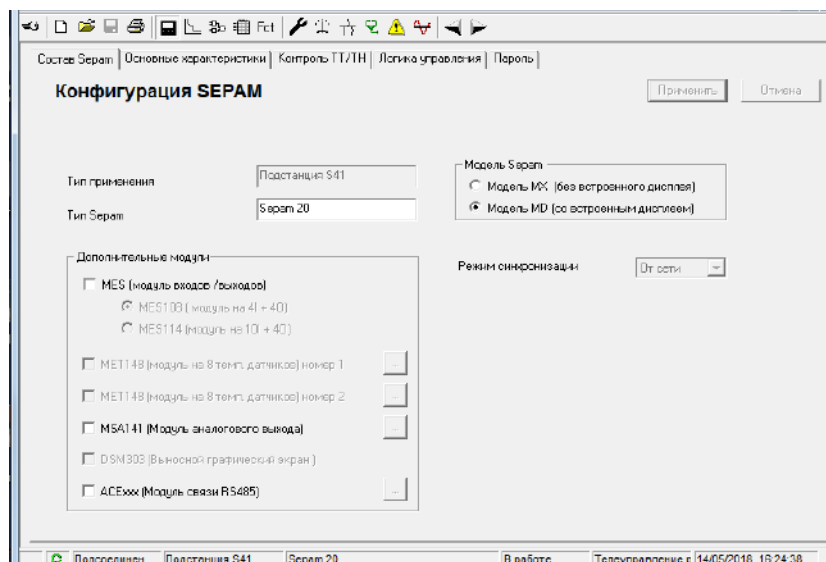

Рисунок 4.4 – Окно «Конфигурация SEPAM»
7. Открыть вкладку «Конфигурация Seram» (рис. 4.4). В данной работе используется расширительный модуль MES114, следует установить «галочку» напротив. Обозначить название блока, например, «Seram 40». Модель блока выбрать «MD» (со встроенным дисплеем). В текстовом поле «Тип Seram» указать тип – 3ОФ.